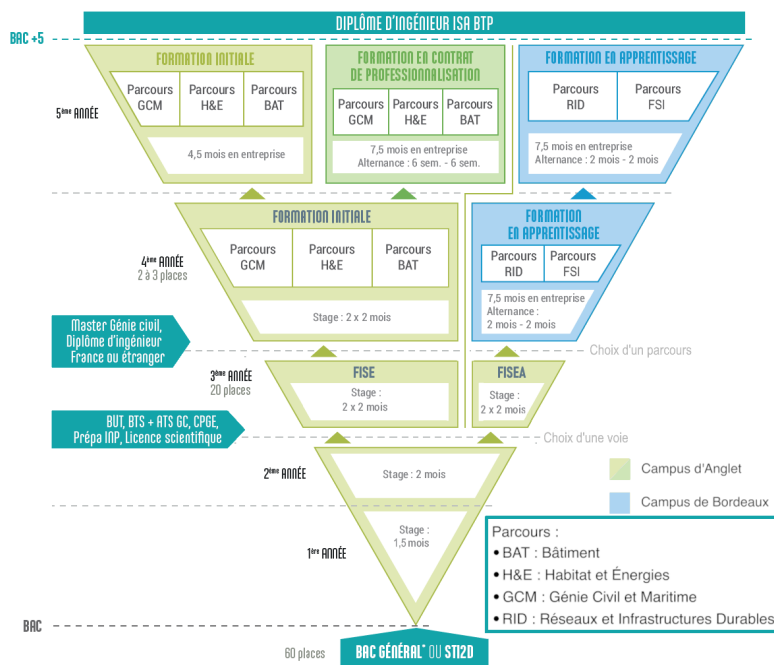

FIGURE 1 – Les périodes en entreprise selon les voies / statuts et les différents parcours
- de nombreux stages ou périodes en entreprise sont répartis tout au long de la scolarité (cf. la figure 1)
La figure 1 schématise l'augmentation graduelle des périodes d'immersion en entreprise. Le graphique dans le paragraphe p. 15 schématise les durées en entreprise et à l'école selon les années et les statuts.